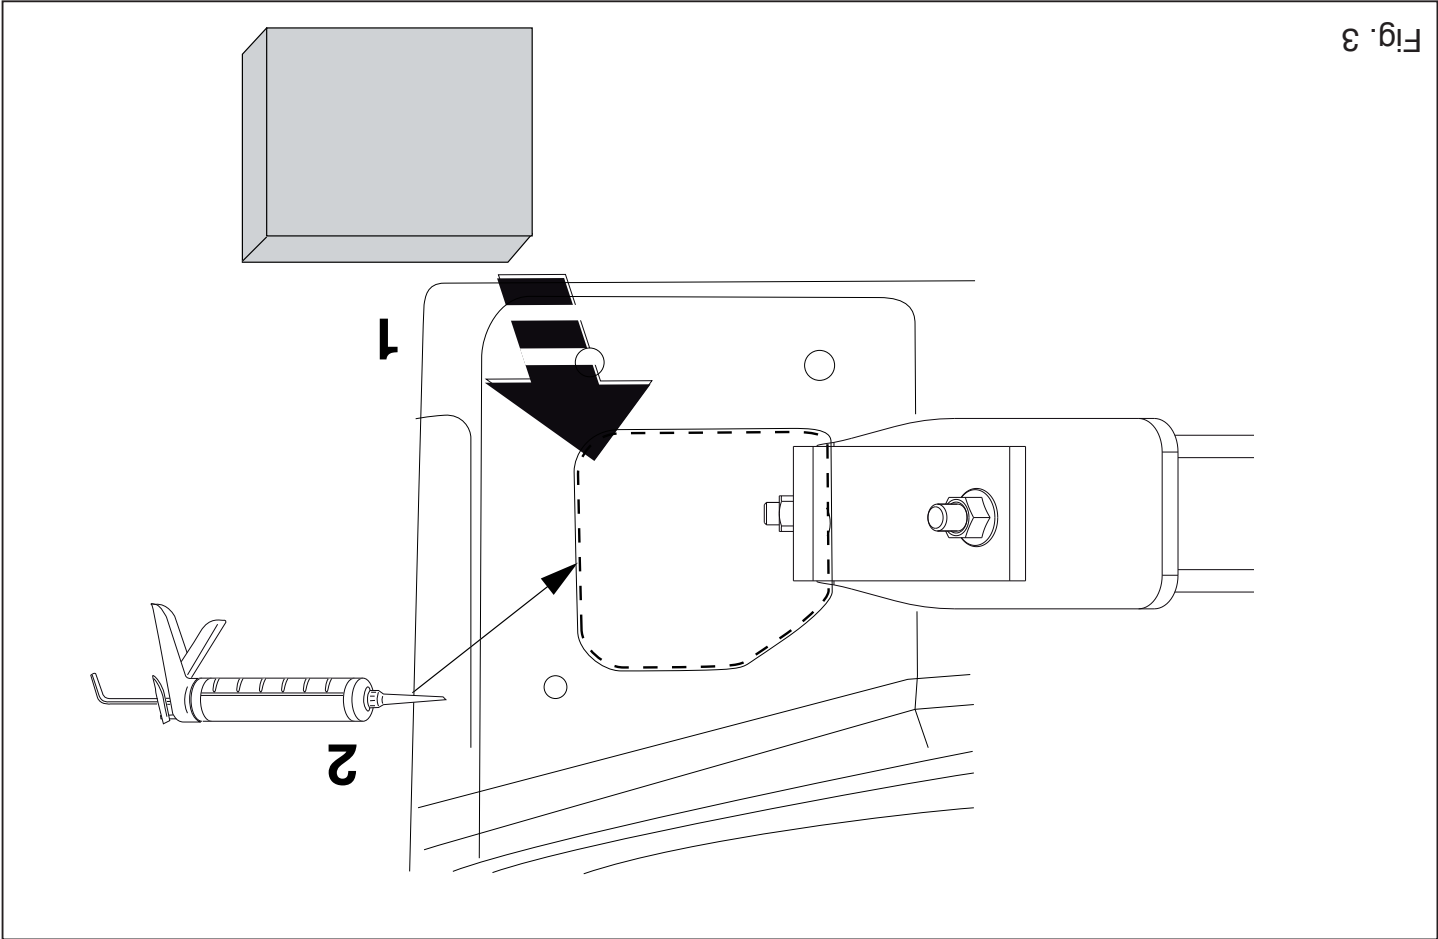

Fig. 3
10. Place the two PE foam blocks as sealing in the chassis members. Seal the portions indicated (see fig. 3).
10. Plaats de twee PE schuimblokken als afdichting in de chassisbalken. Kit de aangegeven delen af (zie fig. 3)
10. Die zwei PE-Schaumböcke als Dichtung in den Fahrgestellträger einsetzen. Die angegebenen Teile kitten (siehe Abb. 3).
10. Placer les deux blocs de mousse en polyéther en guise de colmatage dans les longérons de châssis. Boucher les parties indiquées (voir la fig.3).
delarna enligt figuren (se fig. 3).